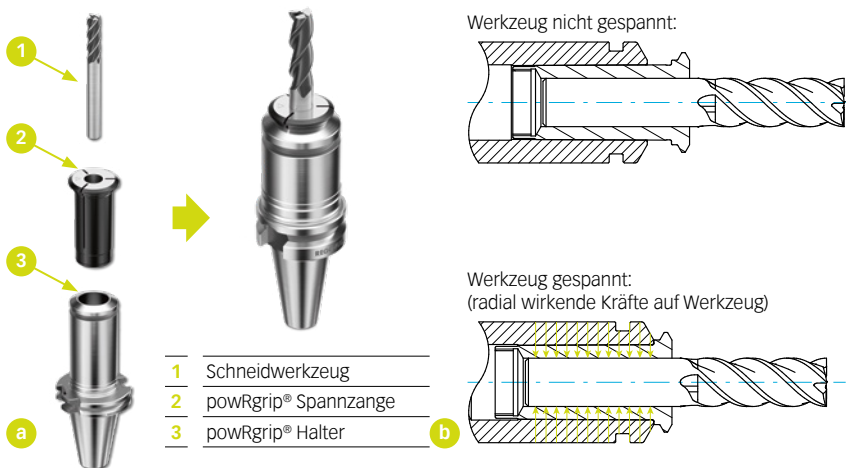

Abbildung 3.3
► **Abbildung 3.3 (a) [18]** zeigt die drei Komponenten des powRgrip® Systems: Werkzeughalter, Spannzange und Schneidwerkzeug, links im ungespannten und rechts im gespannten Zustand. Ergänzend dazu zeigt ► **Abbildung 3.3 (b) [18]** eine Schnittdarstellung des Spannbereichs, oben im ungespannten und unten im gespannten Zustand.